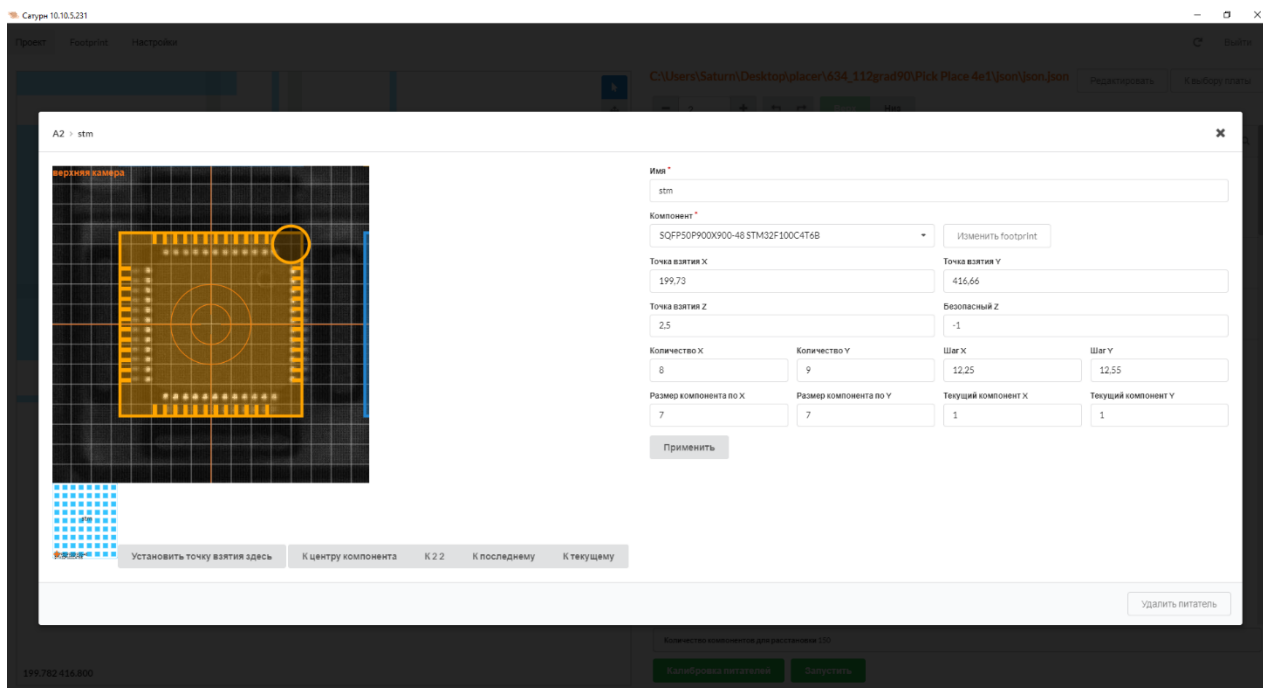

Рисунок 3.44 – Калибровка питателя из матричных поддонов
- 1) На схематичном изображении поддона прямоугольниками синего цвета левой кнопкой мыши выбрать левое нижнее местоположение, Рисунок 3.44